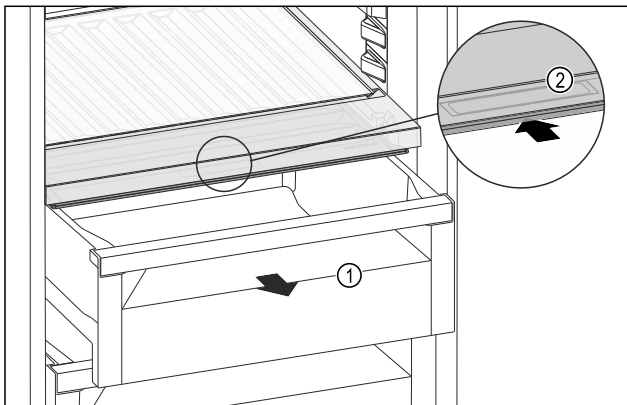

Fig. 209
- Schubfach Fig. 209 (1) herausziehen.
- Griffmulde Fig. 209 (2) am Fachdeckel anfassen und Fachdeckel gleichzeitig nach hinten schieben.